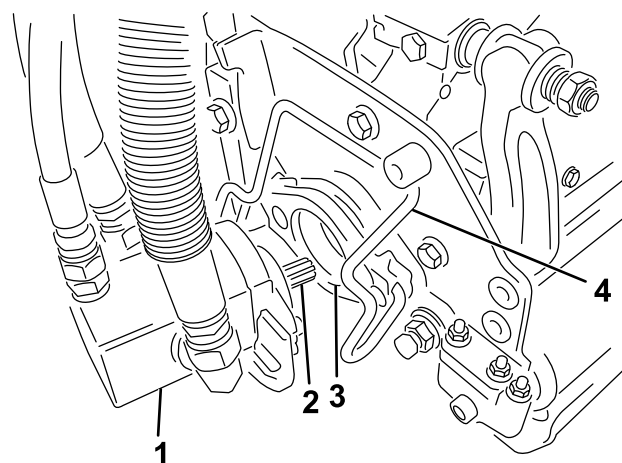

Figura 45
5. Spalmate del grasso pulito sull'albero scanalato del motore dell'apparato di taglio (Figura 45).
6. Inserite il motore nel lato sinistro dell'apparato di taglio (come mostrato dalla posizione dell'operatore) e tirate la barra di fissaggio del motore sull'apparato di taglio verso il motore stesso fino a udire chiaramente uno scatto da ambo i lati del motore (Figura 45).